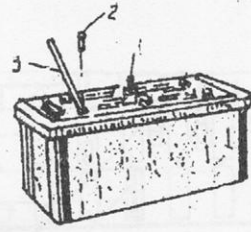

图 18. 蓄电池
(2) 检查所有油管和管接头，以防渗漏。
(3) 检查蓄电池 (图 18)